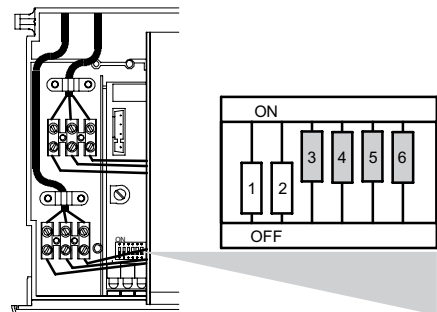

Figura 9.21
- Togliere alimentazione elettrica alla caldaia, settare i DIP switch della scheda come rappresentato in Figura 9.21